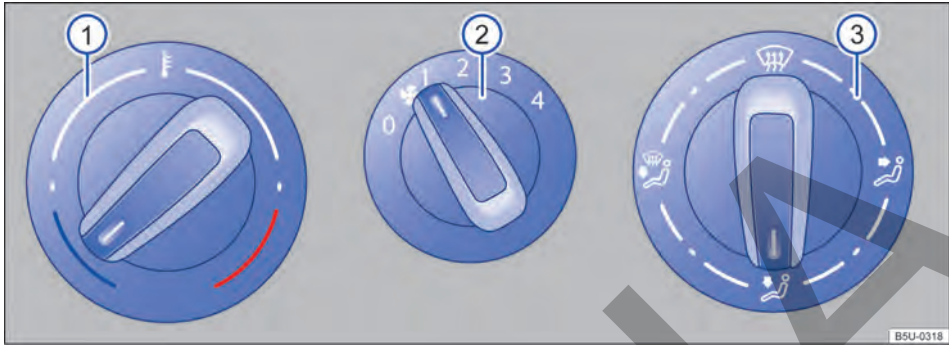
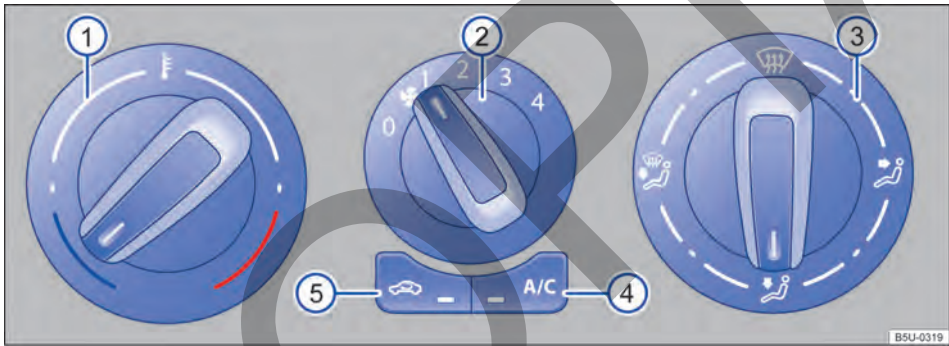

Fig. 81 Comandos del sistema de ventilación y calefacción.
Fig. 82 Comandos del aire acondicionado.
Comandos Información complementaria del sistema de calefacción y ventilación → fig. 81 y aire acondicionado → fig. 82.
Comandos	Información complementaria del sistema de calefacción y ventilación → fig. 81 y aire acondicionado → fig. 82.
- En vehículos con sistema de calefacción, girar el regulador de temperatura → fig. 81  totalmente hacia la derecha, a la posición máxima de calefacción.
- Girar el botón de distribución de aire → fig. 82 ③ a la posición , en esta posición el modo de recirculación de aire se apaga automáticamente.
- Girar el botón del ventilador ② al nivel 3 o 4.
- Girar el regulador de temperatura ① a la posición deseada.